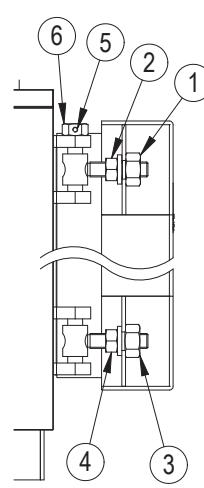

fig. 10
5.6.2 Per modelli PREXTERM RSW 720N÷1060N (Fig. 10)